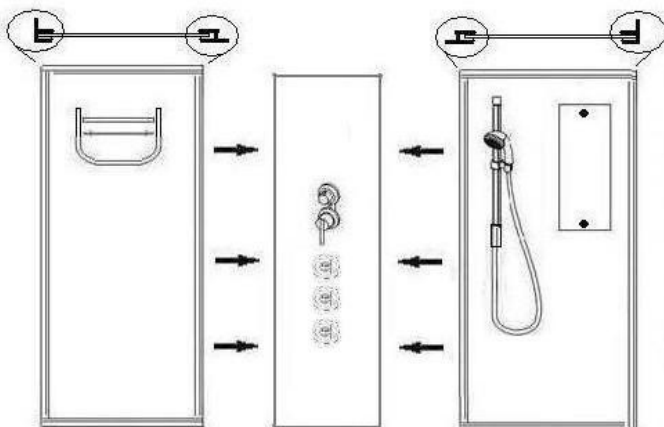

Рис. 3
3.1. Сборка задних стенок (рис.3) .
Совместите отверстия для крепежа на центральной стойке /4/ и на задних стенках /6/ и 7/, скрепите их с помощью саморезов 4*8 /33/ (рис. 3) На места соединения центральной стойки с задними стенками предварительно нанесите санитарный герметик.